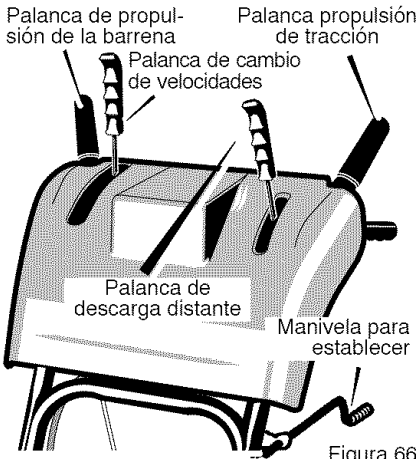

Figura 66
1. Para detener el lanzamiento de nieve, suelte la **palanca de propulsión de la barrena** (vea la Figura 66).
1. Para cambiar de velocidad, suelte la palanca de propulsión de oruga y mueva la palanca de cambios a la velocidad deseada (Figura 66). La velocidad en el terreno estará determinada por las condiciones de la nieve. Seleccione la velocidad que desea moviendo la palanca de cambio de velocidades a la ranura apropiada de la placa de la palanca de cambios.
1. Empuje la palanca de propulsión de la barrena hacia abajo (lado derecho) (vea la Figura 66).